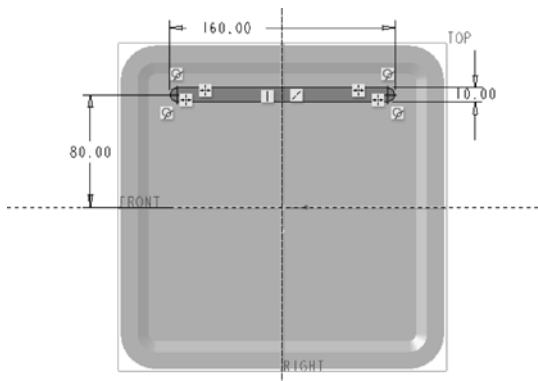

图 5-112 绘制剖面
(4) 绘制图 5-112 所示的剖面，单击 (确定) 按钮。